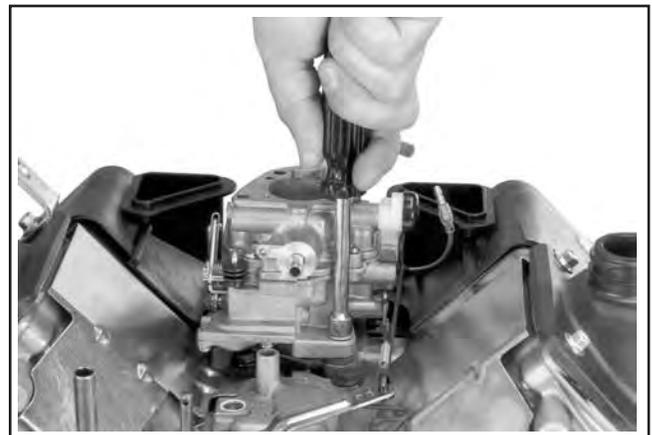

Abbildung 9-27. Entfernung der Befestigungsschrauben des Vergasers.
2. Nur für Modelle mit einzylindrigem Vergaser: Die beiden Befestigungsschrauben des Vergasers entfernen. Siehe Abbildung 9-27.